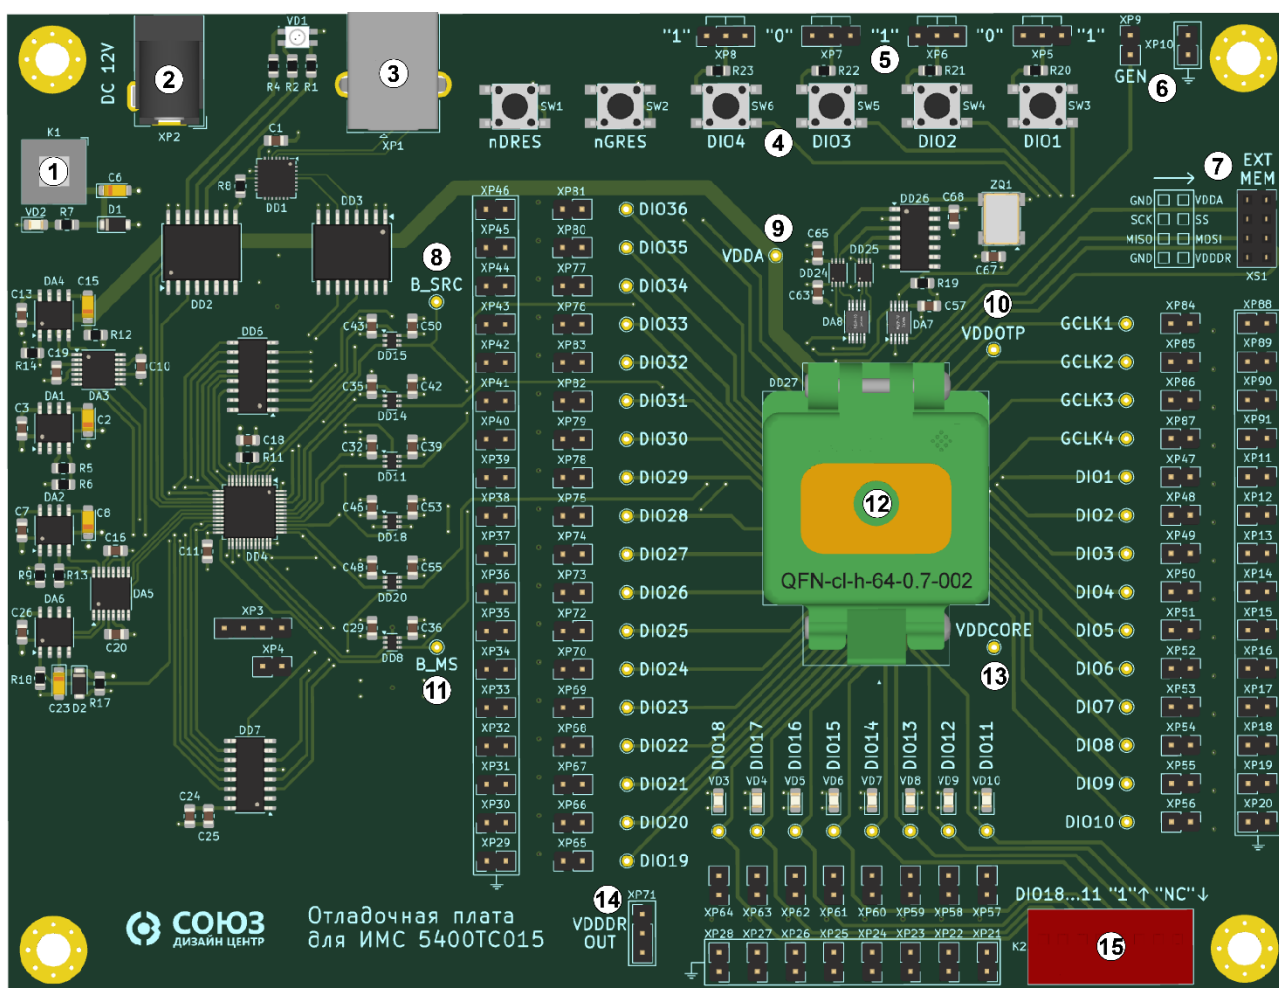

Рисунок 1. Отладочная плата КФЦС.441461.195
- Отладочная плата КФЦС.441461.195 (рисунок 1);
На отладочной плате установлен генератор с максимальной частотой 16 МГц. По умолчанию он работает с частотой 16 МГц, подаваемой на вывод GCLK1. В программе DCSProg можно изменить частоту на одно из значений (2, 4, 8, 16 МГц) и выбрать, на какой из выводов (GCLK1–GCLK4) она будет подана. Текущая частота выводится на контакт GEN (Рисунок 1, позиция 6).
Если необходимо использовать внешний источник тактового сигнала, его можно подключить через вывод GEN (Рисунок 1, позиция 6), предварительно отключив встроенный генератор в DCSProg, выбрав опцию «GCLK» – «Выкл. внешнюю частоту». После подключения внешнего источника сигнал будет подаваться напрямую.